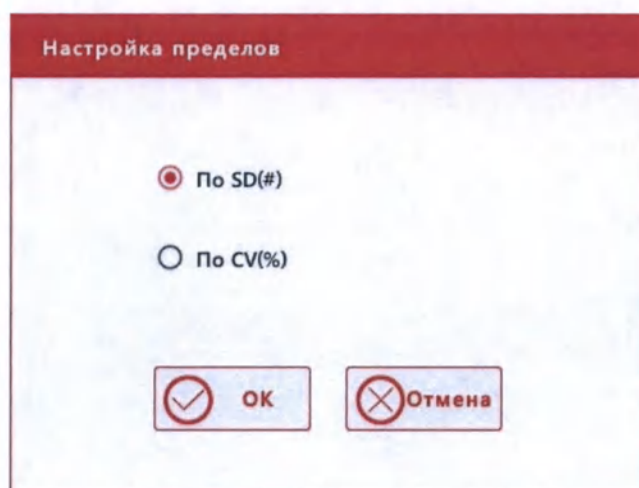

Рис.7.3-4 Окно установки формата ввода пределов отклонения параметров контроля
- 1) Нажмите кнопку **«Настройка пределов»**. Откроется окно выбора варианта (Рис.7.3-4):